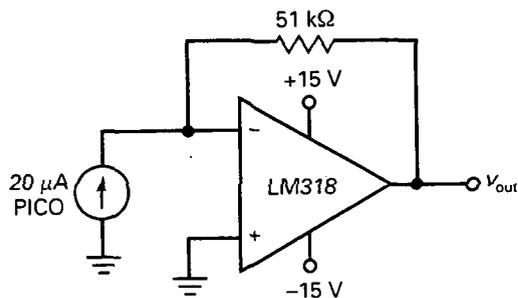

Figura 19-17
- 19-8. En la Figura 19-17, la frecuencia es de 1 kHz. ¿Cuál es la tensión de salida?
- 19-9. ¿Cuál es la tensión de salida en la Figura 19-17 si la resistencia de alimentación se cambia de 51 a 39 kΩ?
- 19-10. En la Figura 19-17 la corriente de entrada se cambia a 7,5 μA rms. ¿Cuál es la tensión de salida pico a pico?